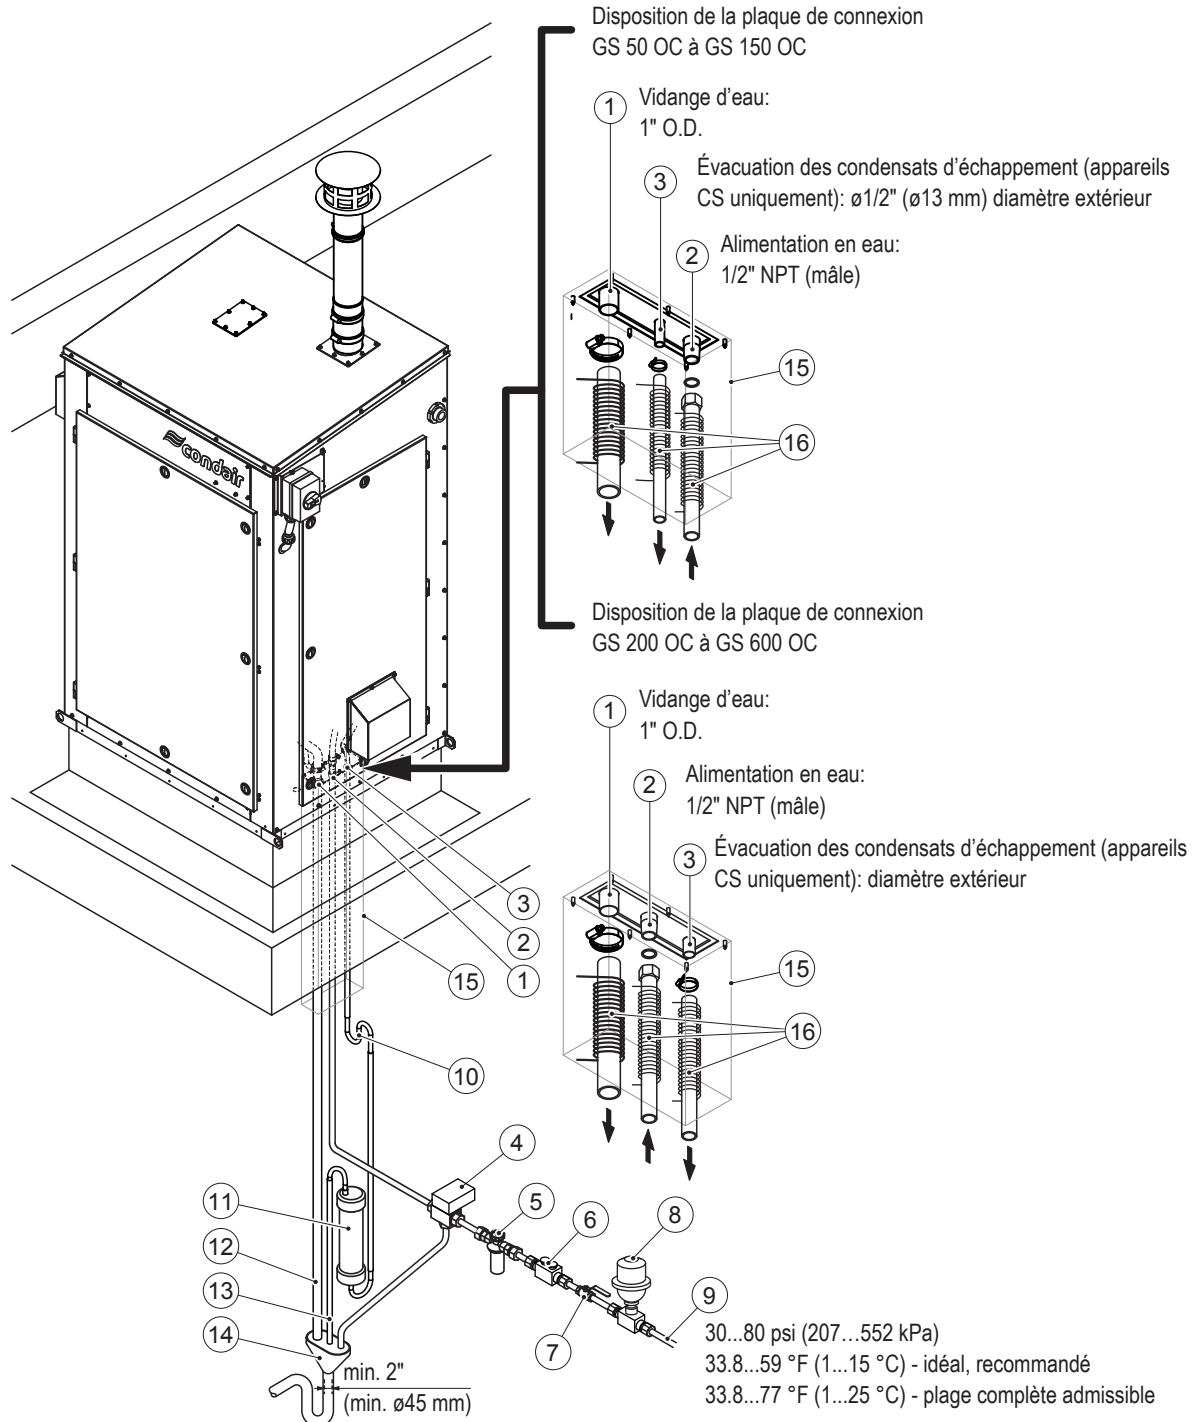

Fig. 12: Vue d'ensemble de l'installation de la conduite d'eau (appareil Condair GS 150 CS illustré)
La conduite d'eau doit être installée conformément à la Fig. 12, aux consignes d'installation de la conduite d'eau de la Section 5.7.2 et aux codes locaux applicables à l'installation des conduites d'eau.
La conduite d'alimentation en eau doit être installée conformément à la Fig. 12 à la page 38 et aux codes de plomberie locaux applicables.
La conduite de vidange de l'eau doit être installée conformément à la Fig. 12 à la page 38 et aux codes de plomberie locaux applicables.
La conduite d'évacuation des condensats des gaz de combustion doit être installée conformément à la Fig. 12 à la page 38 et aux codes de plomberie locaux applicables.
- Raccordez une conduite d'évacuation des condensats des gaz de combustion (modèles CS/NX uniquement) au raccord correspondant de la plaque de raccordement de la base de l'appareil et fixez-la à l'aide d'un collier de serrage – voir la Fig. 12 à la page 38. Le tuyau doit être prévu pour une température de 100 °C (212 °F).